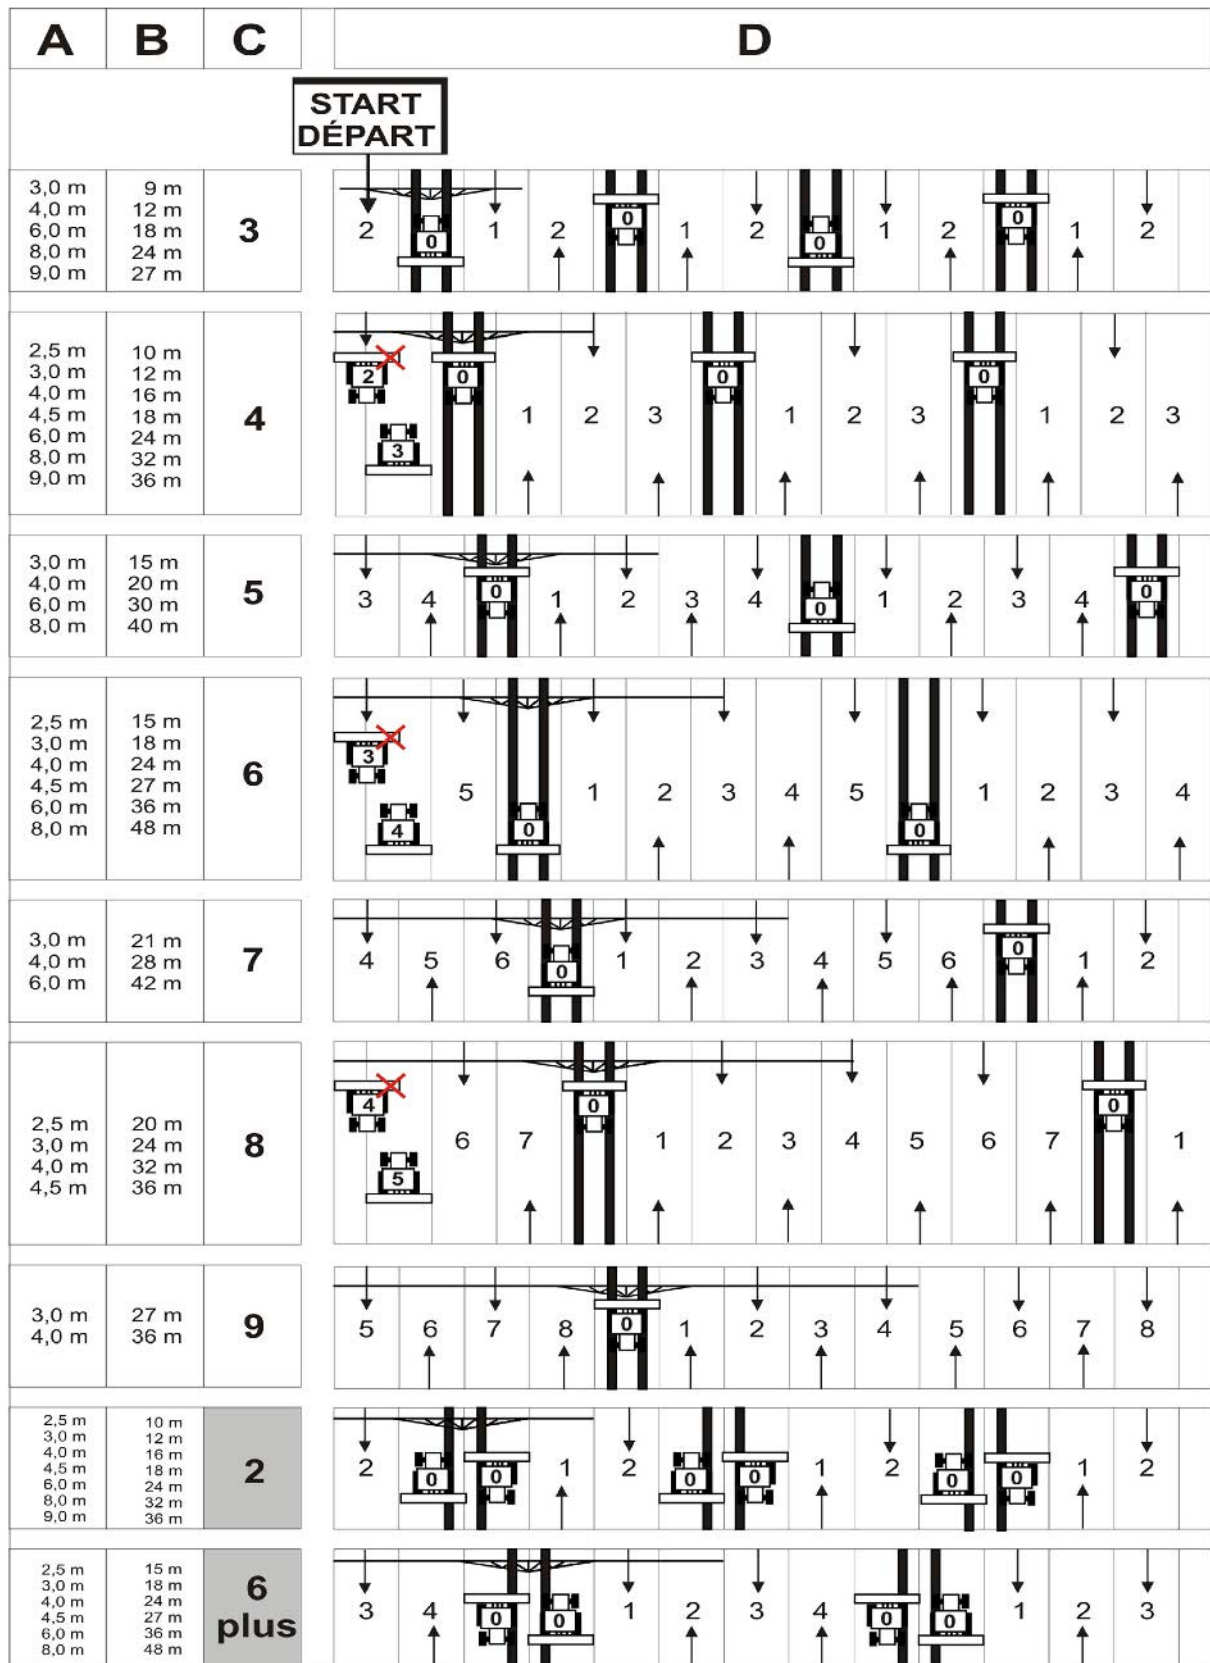

Fig. 51
Das Anlegen von Fahrgassen ist in Figur (Fig. 51) anhand einiger Beispiele dargestellt:
1. Aus der nebenstehenden Tabelle (Fig. 51) aufsuchen:
In Figur (Fig. 51) werden u.a. Beispiele zum Anlegen von Fahrgassen mit Fahrgassen-Rhythmus 4, 6 und 8 gezeigt.
In Figur (Fig. 51) werden u.a. Beispiele zum Anlegen von Fahrgassen mit Fahrgassen-Rhythmus 2 und 6plus gezeigt.